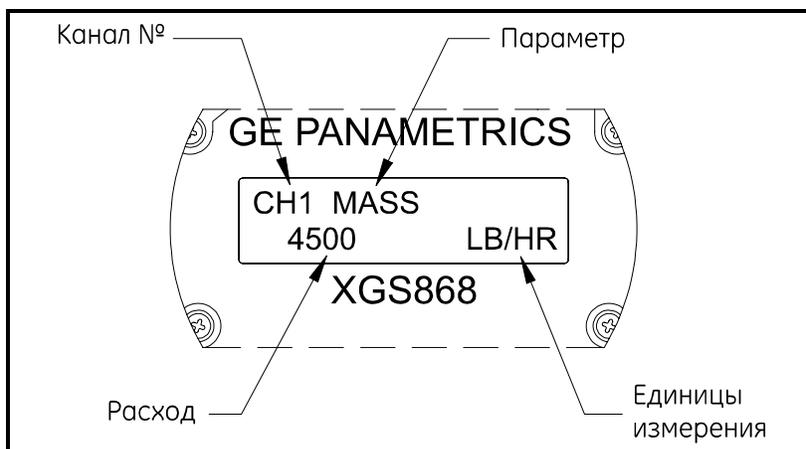

Рис. 3-1. Типичное отображение расхода на ЖК-дисплее
Компоненты дополнительного ЖК-дисплея и типичные показания массового расхода изображены на рис. 3-1, приведенном ниже.
Как показано на приведенном выше рис. 3-1, на экране дисплея отображаются следующие сведения:
В примере на приведенном выше рис. 3-1 используются настройки дисплея по умолчанию. Тем не менее, первые три элемента в приведенном выше списке можно перепрограммировать, чтобы отобразить наиболее часто используемые параметры (инструкции см. на следующей странице).
**Выполнение измерений** Чтобы использовать дополнительный ЖК-дисплей для получения динамических данных, просто включите устройство XGS868, как описано ранее в этой главе. После этого снимите показание расхода непосредственно с дисплея (см. рис. 3-1 на стр. 3-3).